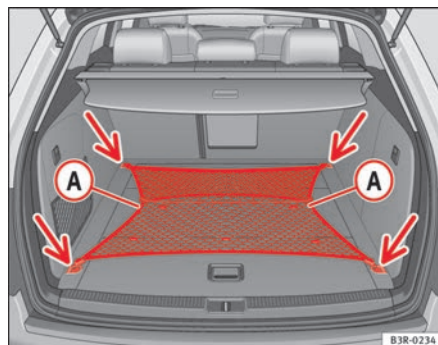

Fig. 118 Rede para bagagem estendida
- Fixe a rede de bagagem às quatro argolas -setas- ⇒ fig. 118.